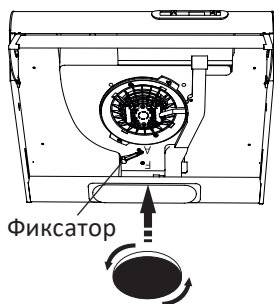

Рис. 3
2. Режим «рециркуляции» (рис. 3):
- Фиксатор (рис. 3) должен находиться в положении «вытяжка», положение «А».